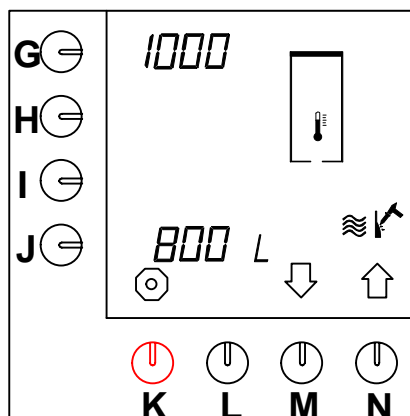

Fig. 52 Avkalkningssignal varmvattensystem
- Avkalkningssignalen för varmvattensystemet är vid alla typer inställd på 1000 liter, se positionen bredvid valtangenten (G.) i fig. 52.
- Tryck på valtangenten (M.)↓ tills fig. 52 visas på displayen.